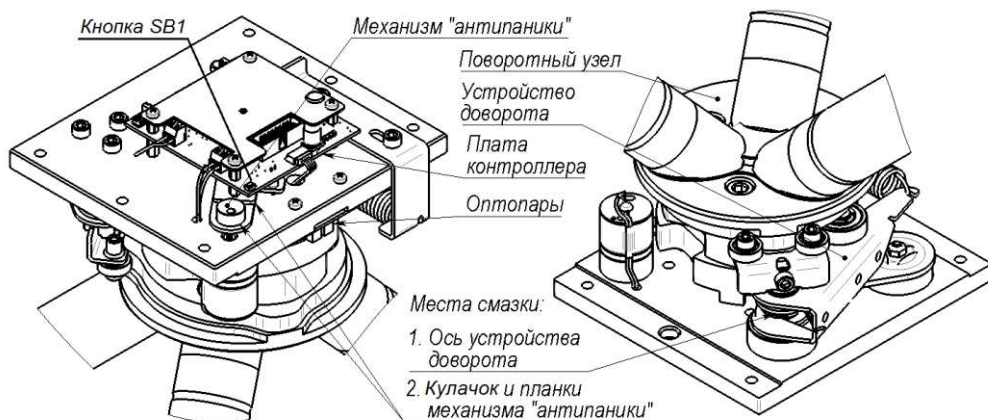

Рис.7 Расположение узлов и деталей трения. Места смазки
В случае, если фиксации планок не происходит (механизм «антипаники» разрегулировался), необходимо повторно с пульта управления включить режим «Антипаника» и после этого установить планки в рабочее положение. При отсутствии пульта, на плате контроллера турникета предусмотрена кнопка SB1 (см. рис.7 и 8). Короткими нажатиями кнопки SB1 необходимо отрегулировать механизм «антипаники» - привести кулачок в положение согласно рисунку справа.
- выполните смазку следующих узлов трения (см. рис.7), смазка – «Литол» или аналогичная: